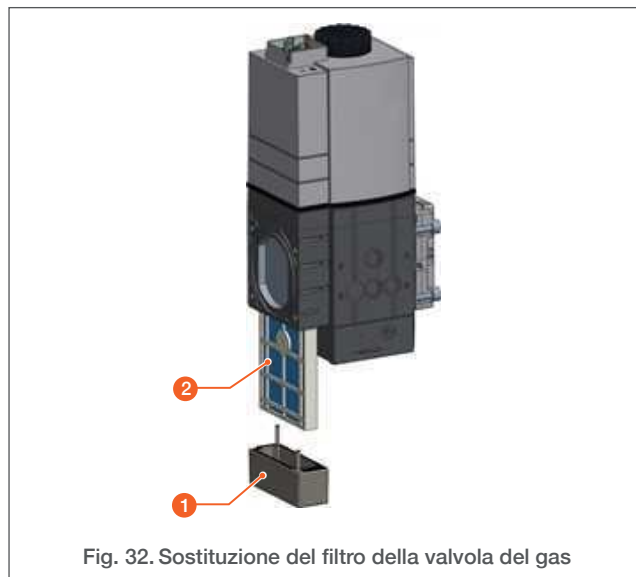

Fig. 32. Sostituzione del filtro della valvola del gas
**Procedura di pulizia (Fig. 32):**
1. Rimuovere le 2 viti e rimuovere il coperchio del fondo (1). Conservare per la reinstallazione.
2. Far scorrere il filtro (2) fuori dal suo alloggiamento. Gettare.
3. Inserire un filtro nuovo (2) nell'alloggiamento.
4. Montare di nuovo il coperchio inferiore (1) nella sua sede sul corpo della valvola del gas.